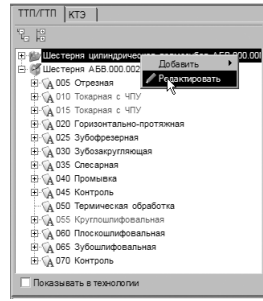

Рисунок 129
26. Установите курсор на наименовании корневого элемента в дереве ТТП/ГТП (в нашем случае это *Шестерня цилиндрическая прямозубая АБВ.000.00N*) и выберите из контекстного меню (рис. 129) **Редактировать**.